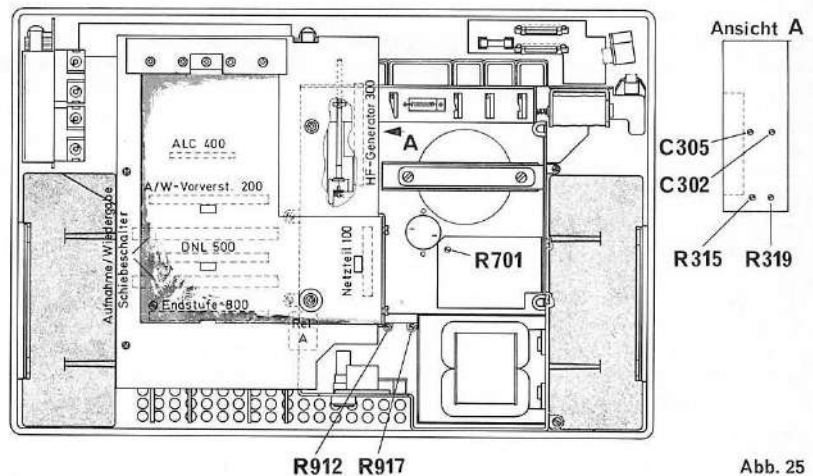

Abb. 25
4.1 Einstellung der Bandgeschwindigkeit mit R 701 (siehe Abb. 25)
4.2 Einstellung der Wickelzüge mit R 912 und R 917 (siehe Abb. 25)
4.3 Einstellung des Aussteuerungsmessers mit R 315 und R 319 (siehe Abb. 25)
4.4 Einstellung der HF-Vormagnetisierung mit C 302 und C 305 (siehe Abb. 25)